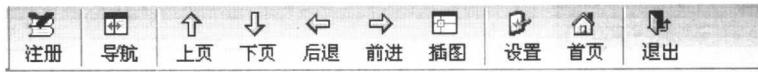

图 2-2 工具栏
(1) 工具栏区。如图 2-2 所示，包括“注册”、“导航”、“上页”、“下页”、“后退”、“前进”、“插图”、“设置”、“首页”和“退出”工具。